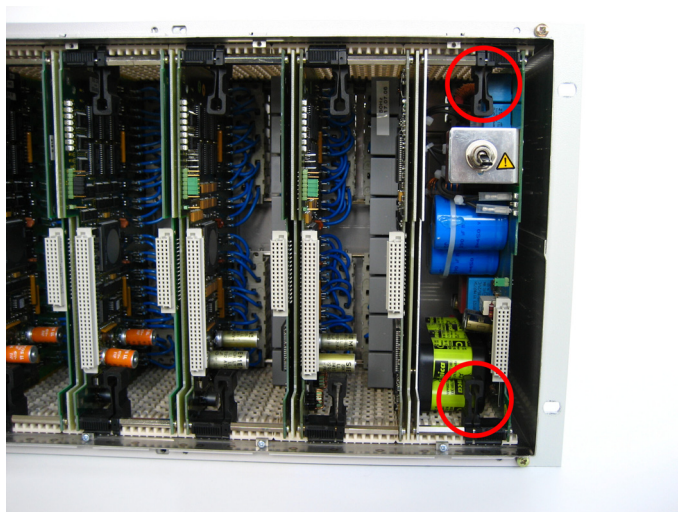

Bild 2-6 Entriegelung der Netzteilbaugruppe
- Lösen Sie die Netzteilbaugruppe aus der Steckverbindung, indem Sie die schwarzen Verriegelungshebel so weit nach links drücken, bis die Hebel aus der Platine ausrasten. Kippen Sie beide Verriegelungshebel gleichzeitig nach vorn (ca. 45°), bis diese in der zweiten Stellung auf der Platine einrasten (siehe Bild 2-6).